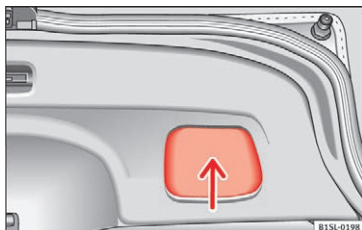

Fig. 107 Åben bagklap: greb til at lukke bagklappen med
- Tag fat i grebet i bagklappens indvendige beklædning » **Fig. 107** (pil).